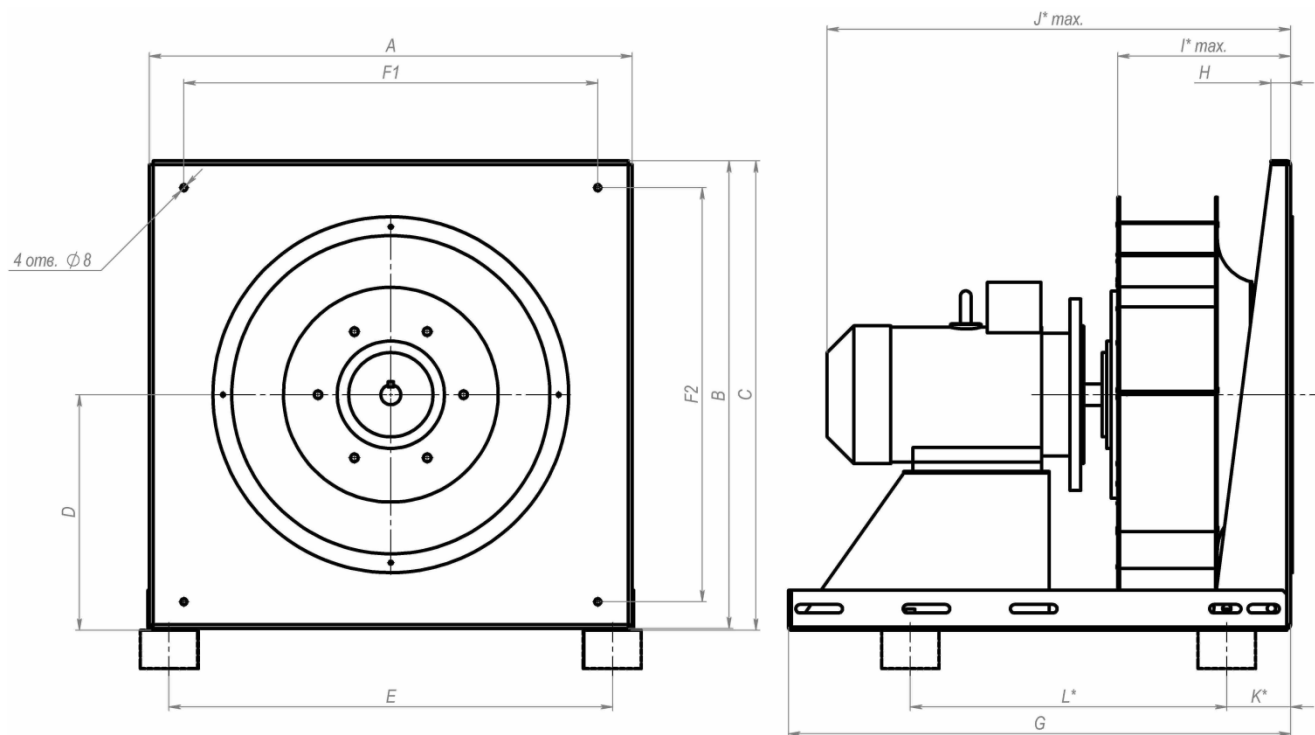

Рис.2.1 Геометрические характеристики ВМКЦ (до КЦ-450 включительно)
* - I_{max} и J_{max} означают максимальные значения указанных на рис.2.1 и 2.2 соответствующих размеров.